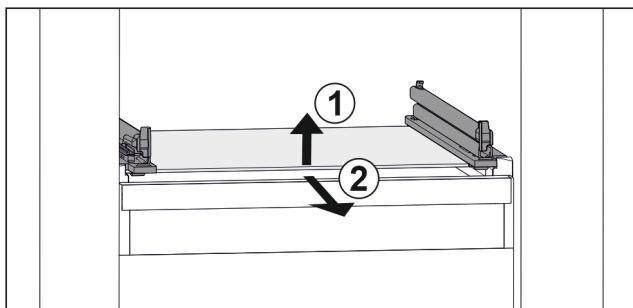

Fig. 106 Примерно изображение на стъклената плоча
- Повдигнете стъклена плоча отпред. Fig. 106 (1)
- Извадете стъклена плоча напред. Fig. 106 (2)